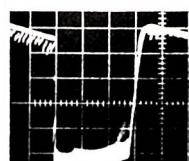

Bild 27. Oszillogramme zum Abgleich bei Spurabtastung (Periodendauer 60 ms  $\pm 16\%$  Hz)
wenn ein Oszilloskop zur Verfügung steht, der sich auf eine Zeitablenkfrequenz von  $16\frac{2}{3}$  Hz einstellen lässt. Er wird bei allen Messungen vom Netz synchronisiert. Der Abgleich erfolgt nach den im Bild 26 für die Spuraufzeichnung und im Bild 27 für die Spurabtastung zusammengestellten Oszilloskopogrammen.
Bild 27 a. Oszillogramm am Meßpunkt ④ (2 V / Teilstrich)
Bild 27 b. Oszillogramm am Meßpunkt ⑤ (1 V / Teilstrich)
Bild 27 c. Oszillogramm am Meßpunkt ⑥ (0,1 V / Teilstrich)
Bild 27 d. Oszillogramm des Umschaltvorgangs am Relais A in der Meßschaltung nach Bild 28; Umschaltung mit Totzeiten
Bild 27 e. Oszillogramm des Umschaltvorgangs am Relais A in der Meßschaltung nach Bild 28; Umschaltung mit Prellungen
Bild 27 f. Oszillogramm am Meßpunkt ⑦ bei überlagerten Störspannungen und mit einem Pegelabfall